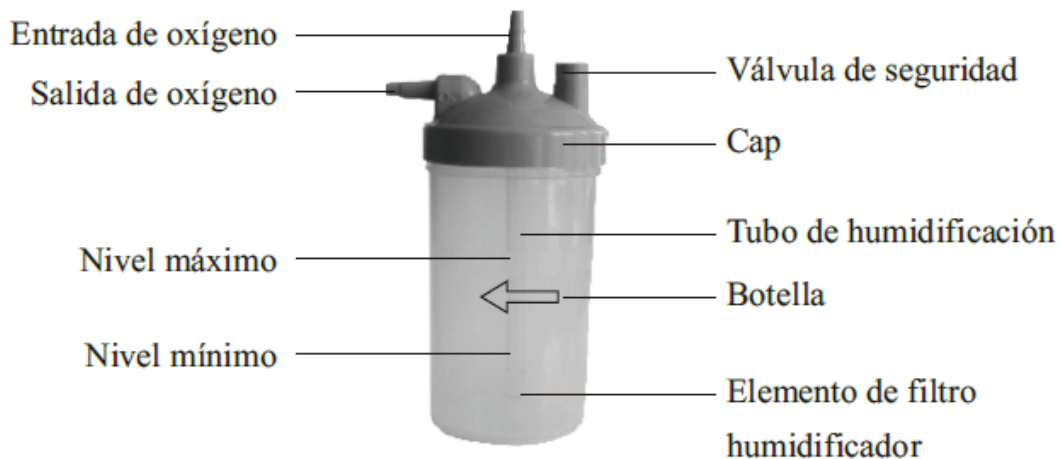

Figura 5: Componentes de Humidificador
1. Desatornillar el envase del humidificador en sentido contrario a las manecillas. Llenar el envase con agua pura (o agua destilada) hasta el nivel entre máximo y mínimo. NO llene la botella del humidificador por encima del nivel MÁXIMO. (Figura 5)